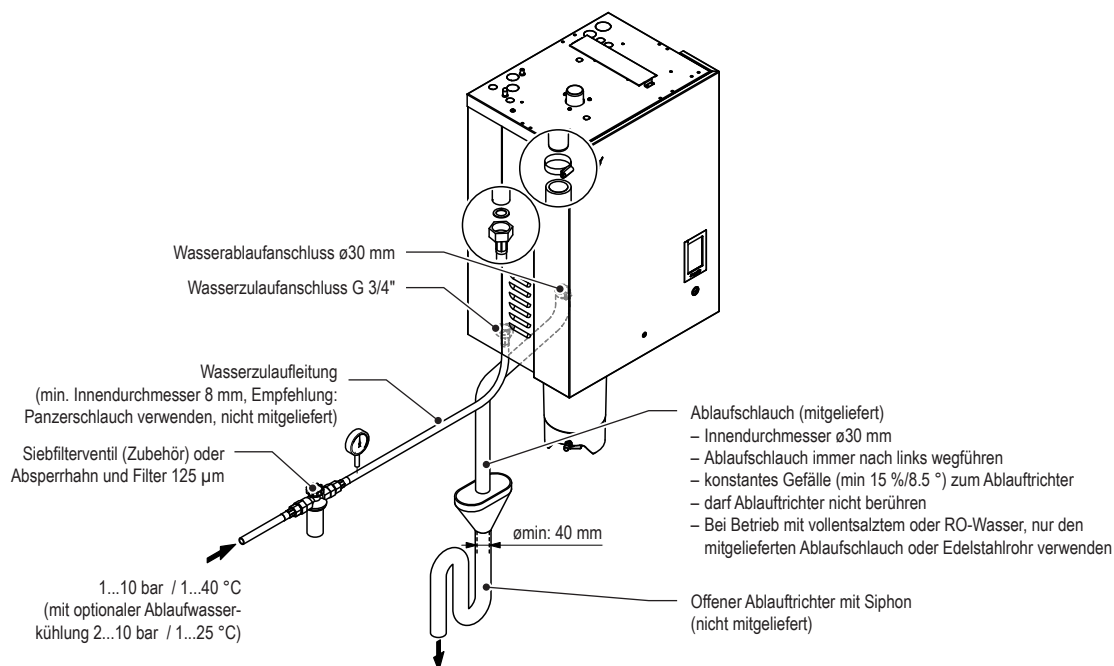

Abb. 22: Übersicht Wasserinstallation für Einzelgeräte Klein ("S") und Mittel ("M")
- Den mitgelieferten Ablaufschlauch immer nach links vom Ablaufanschluss wegführen und nach unten zum Ablauftrichter führen (siehe Abb. 22).